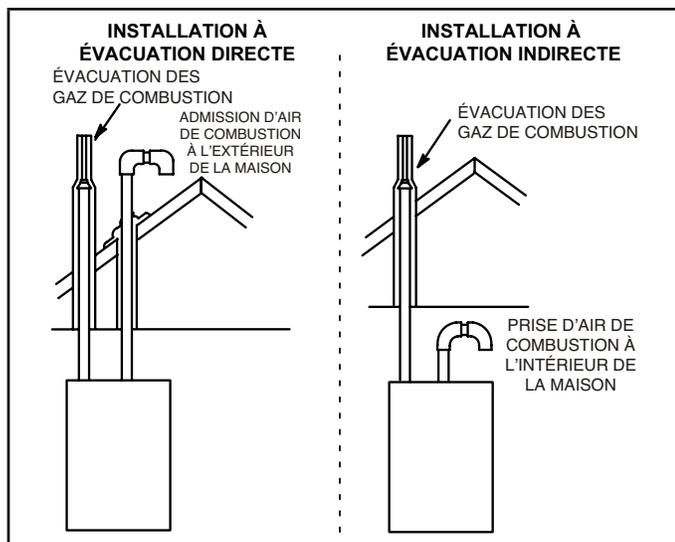
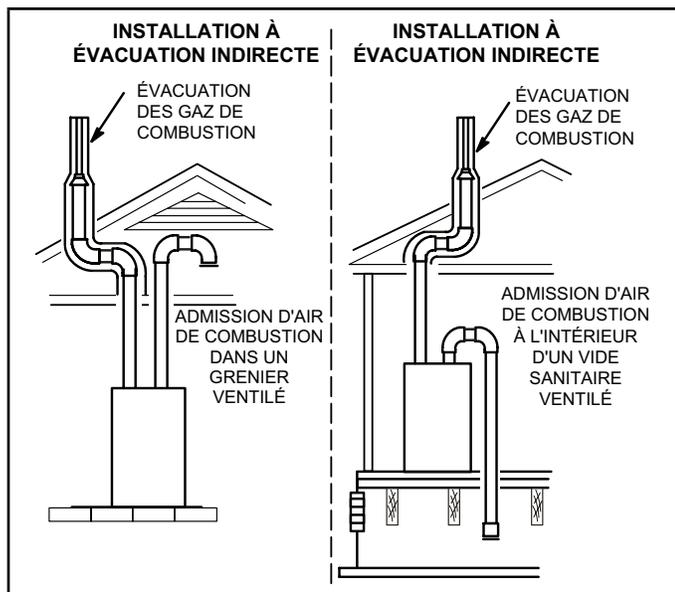

FIGURE 1
FIGURE 2
*REMARQUE - En évacuation directe, l'air de combustion est prélevé à l'extérieur et les gaz de combustion sont évacués à l'extérieur. En évacuation indirecte, l'air de combustion est prélevé à l'intérieur, dans un comble ventilé ou un vide sanitaire, et les gaz de combustion sont évacués à l'extérieur. Reportez-vous à la FIGURE 1 et la FIGURE 2 pour les installations à terminaison sur toit.*